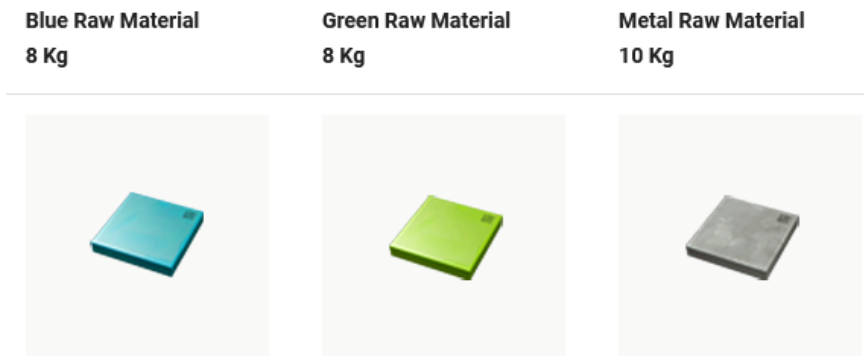

Abbildung 2 - Rohmaterial aus den Lagerhallen 1, 2, 3
Das Rohmaterial, aus dem die GMA-Konsolen gefertigt werden, gibt es in den Farben grün, blau oder grau (siehe Abbildung 2). Rohmaterial wird aus den Lagerhallen 1-3 geliefert1. Aus diesem Rohmaterial kann entweder die Basis oder der Deckel einer GMA-Konsole gefertigt werden. Zunächst muss dafür das Rohmaterial durch ein Lift-Modul (Modul „M0\_Lift“) übernommen werden, welches das Rohmaterial auf eine Palette platziert und diese auf die Ebene des Fabrikbodens befördert.
3. Verbinden Sie nun behelfsmäßig den Lift mit Senke 1 (siehe Abbildung 2). Verwenden Sie hierfür Förderbänder aus der Bibliothek „Heavy Load Parts“3.